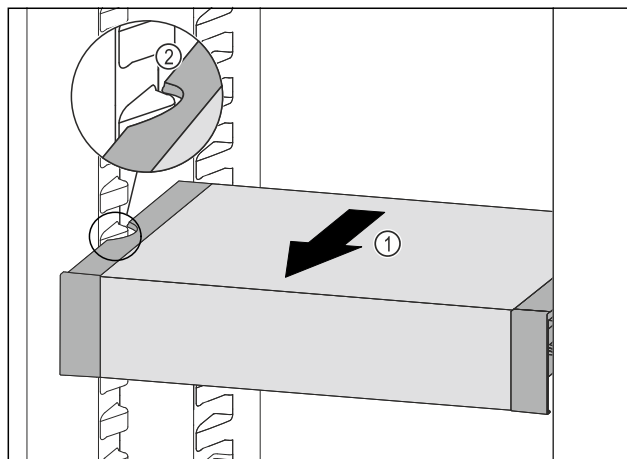

Fig. 95
- ▶ Táhněte VarioSafe dopředu Fig. 95 (1), dokud nebudou boční vybrání VarioSafe na úrovni žebrování na nádoby v chladničce. Fig. 95 (2)